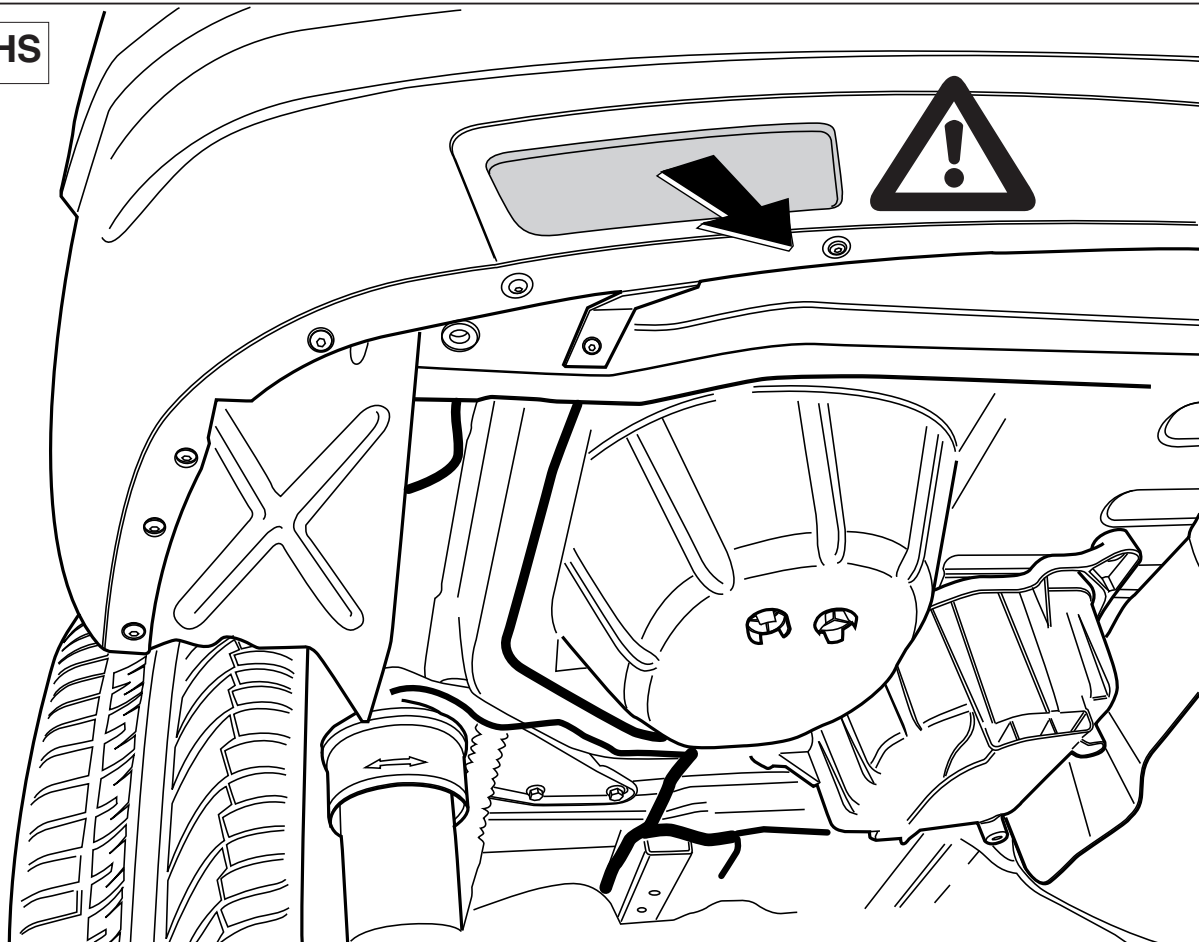

Fig.1
2. Частично снять противогрязевые щитки в надколесных дугах, чтобы облегчить доступ к рабочей зоне см. рис. 1.
1. Снять оба блока задних фар см. рис. 1.
3. Частично снять противогрязевые щитки в надколесных дугах, чтобы облегчить доступ к рабочей зоне (Вместе с болтами X) см. рис. 1.
10. Установить оба блока задних фар. см. рис. 1.